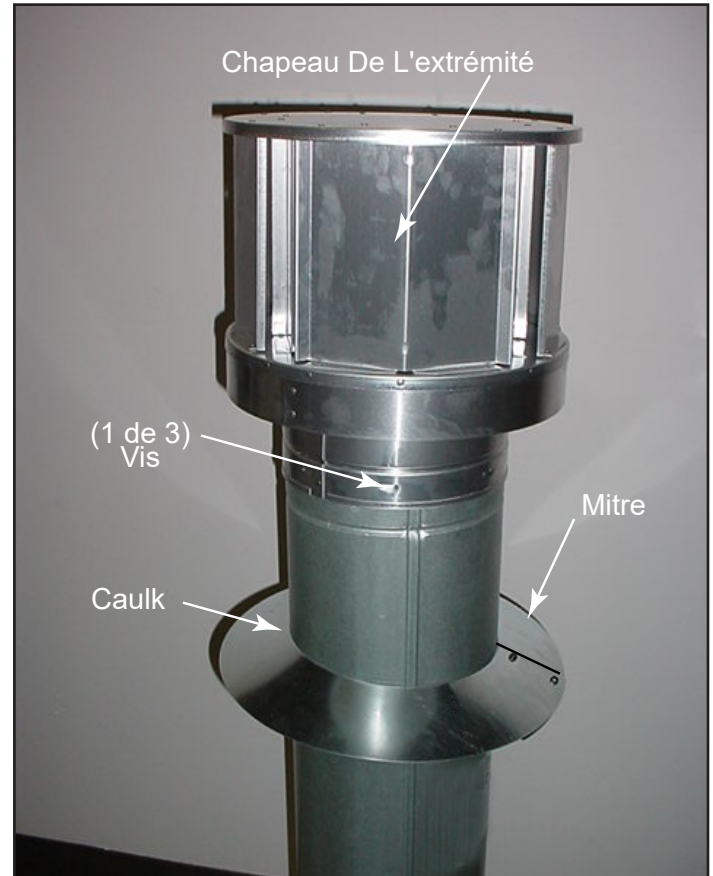

Figure 7.15
- Appliquer du mastic au contour du solin où il entre en contact avec la surface du toit. Voir la figure 7.15.
- Appliquer du mastic autour de la partie supérieure de la mitre. Voir la figure 7.15.
- Fixez l'abat-vent en enfonçant trois vis autotaraudeuses (fournies) dans les trous de guidage du collier externe de l'abat-vent, jusque dans le conduit de fumée externe du conduit (voir figure 7.15).